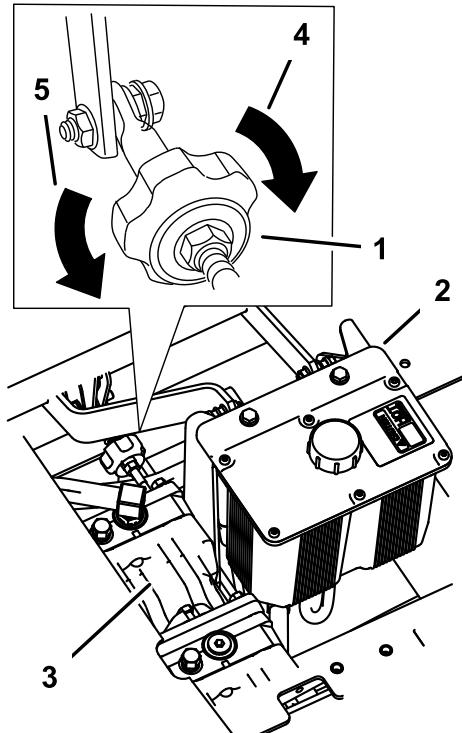

Figura 57
4. Para fazer a máquina ir para a direita, rode o manípulo para o lado direito da máquina. Consulte a Figura 57.
5. Para fazer a máquina ir para a esquerda, rode o manípulo para o lado esquerdo da máquina. Consulte a Figura 57.